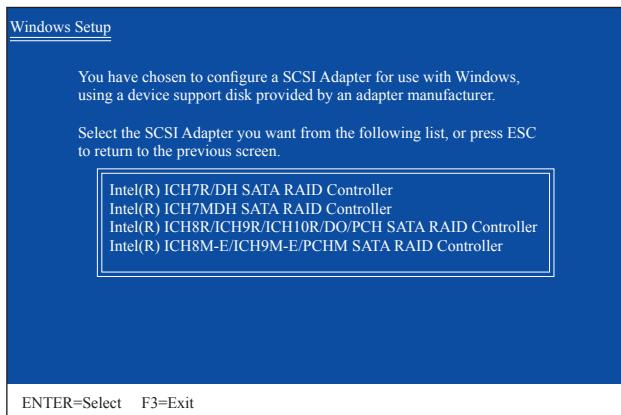

図 2
SATA RAID/AHCI ドライバを含むフロッピーディスクを挿入し、<S> を押します。次に、以下の図 2 のようなコントローラメニューが表示されます。Intel(R) ICH8R/ICH9R/ICH10R/DO SATA RAID Controller を選択し、<Enter> を押します。